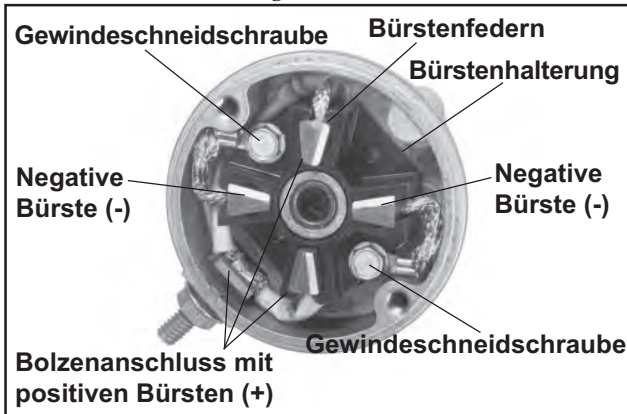

Abbildung 8-39. Endkappe Umschalter Typ "A" mit Bürsten.
1. Die Bürstenfedern aus den Aufnahmen in der Bürstenhalterung entfernen. Siehe Abbildung 8-39.